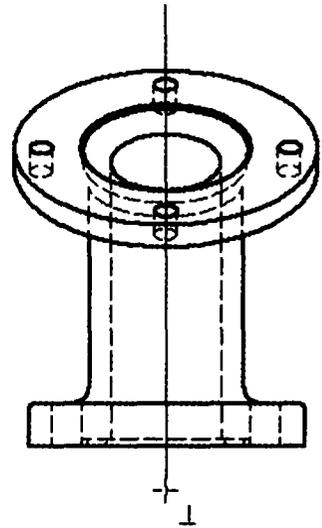

Рис. 2.5. Линию сечения возьмите немного длиннее высоты детали
5. Протяните линию вниз детали, чтобы определить линию сечения, и кликните на второй точке, чтобы начать создание сечения. См. рис. 2.5. Правой кнопкой мыши вызовите контекстное меню и выберите **Далее** для завершения определения линии сечения.